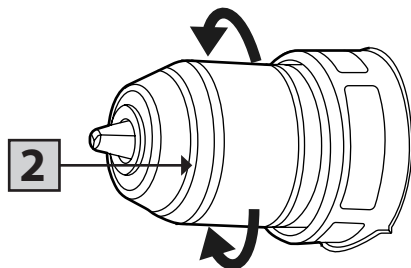

Рисунок 2.3..
- Поверните втулку патрона «2» (рисунок 2.3.) против часовой стрелки для открытия зажимных кулачков настолько, чтобы можно было вставить оснастку. Вставьте оснастку в патрон как можно глубже. Поверните втулку патрона «2» (рисунок 2.3.) по часовой стрелке для затяжки патрона.
- Для снятия биты, поверните втулку «2» (рисунок 2.3.) против часовой стрелки. При использовании бит-насадок всегда применяйте универсальный держатель. Используйте только бит-насадки, подходящие к головке винта.
Перед работой всегда проверяйте направление вращения. Пользуйтесь переключателем вращения «4» (рисунок 1.5.1.) только после полной остановки инструмента, чтобы избежать его повреждения. Направление вращения патрона можно изменять с помощью переключателя «4», при отпущенной клавише выключателя «1» (рисунок 1.5.1.). Для вращения вправо (для сверления и закручивания винтов и шурупов) прижмите переключатель направления вращения влево до упора (рисунок 2.3.). Для вращения влево (для ослабления и выворачивания винтов и шурупов или отвинчивания гаек) прижмите переключатель направления вращения вправо до упора (рисунок 2.3.). Зажатое в материале сверло можно легко освободить, используя обратное направление